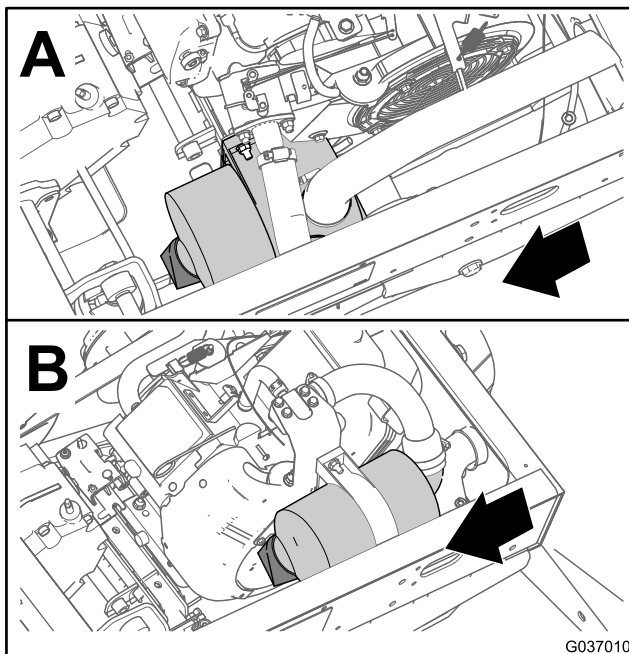
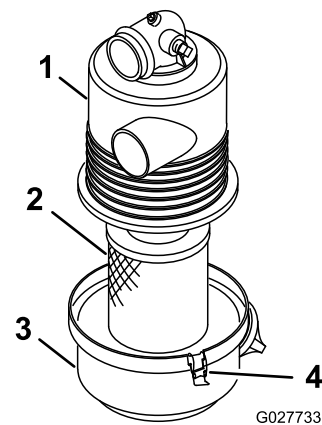

Bild 36
Bild 37
(Bild 36 und Bild 37).
(Bild 37).
Innenseite der Abdeckung (Bild 37).
3. Setzen Sie den Luftfiltereinsatz in das Luftfiltergehäuse ein (Bild 37).
4. Fluchten Sie die Luftfilterabdeckung mit dem Luftfiltergehäuse aus (Bild 37).
5. Befestigen Sie die Abdeckung mit den Laschen am Gehäuse (Bild 37).